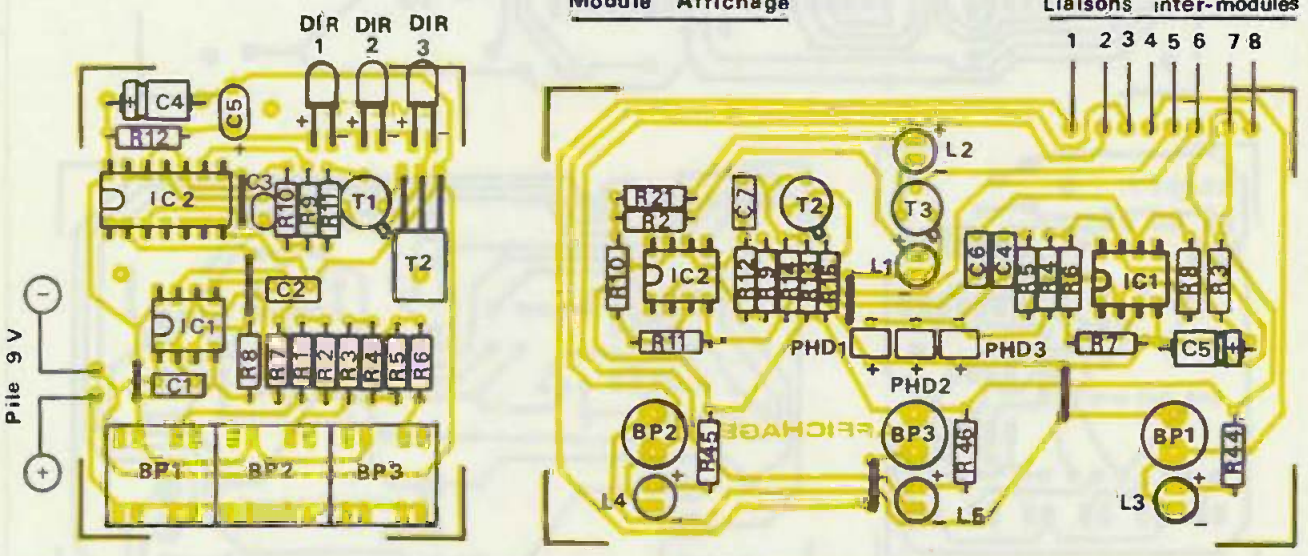

Fig. 10 Implantations des éléments des diverses cartes.
b) Implantation des composants (fig. 10)